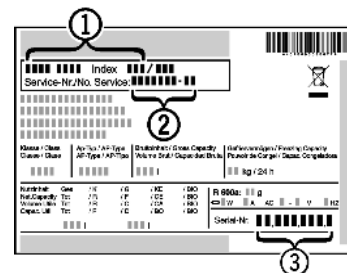

Fig. 11
- ▶ Leggere la denominazione dell'apparecchio *Fig. 11 (1)*, il n° assistenza *Fig. 11 (2)* e il n° di serie *Fig. 11 (3)* sulla targhetta identificativa. La targhetta identificativa è situata all'interno dell'apparecchio, sul lato sinistro.
- ▶ Informare il servizio di assistenza e comunicare il difetto, la denominazione dell'apparecchio *Fig. 11 (1)*, il n° assistenza *Fig. 11 (2)* e il n° di serie *Fig. 11 (3)*.